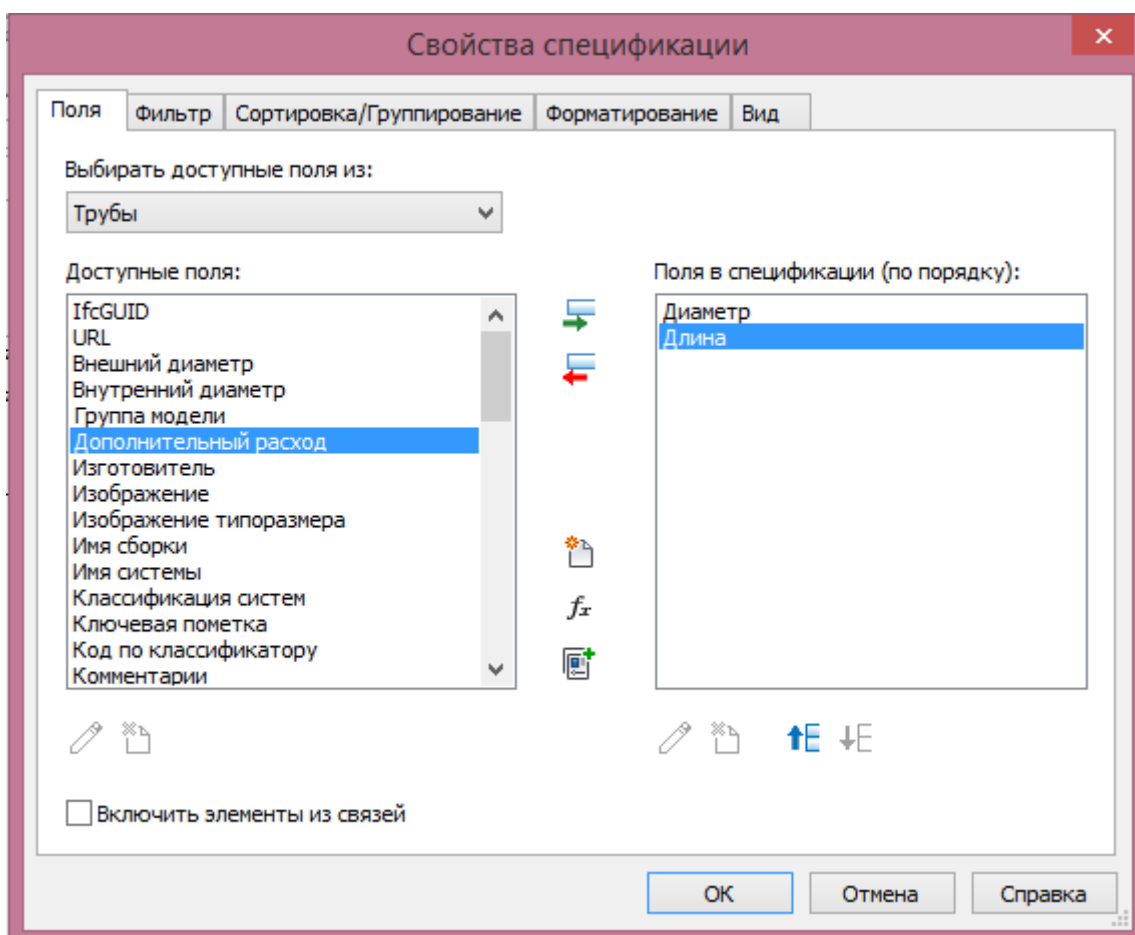

Рисунок 5.25. Настройка полей спецификации
4. Далее нажать «ОК», и в появившемся окне «Свойства спецификации» из перечня «Доступных полей» выбрать нужные для спецификации поля – «Диаметр» и «Длина» (рис. 5.25).